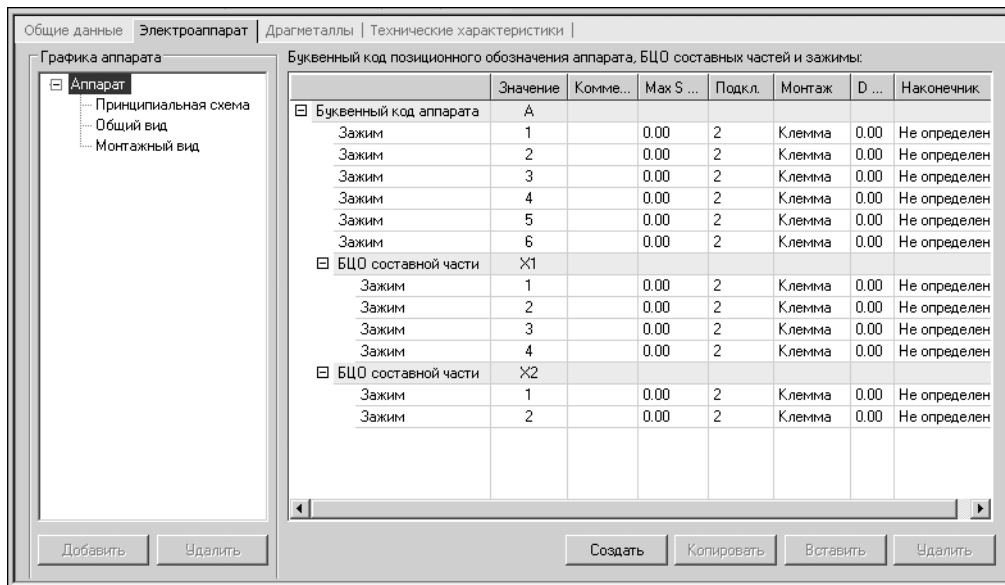

Рис. 6.6. Уровень **Аппарат** во вкладке **Электроаппарат**
- ▼ С помощью элементов управления вкладки на уровне **Аппарат** (рис. 6.6, табл. 6.7) в табличной форме вводятся данные о составе аппарата, номера зажимов и их свойства.